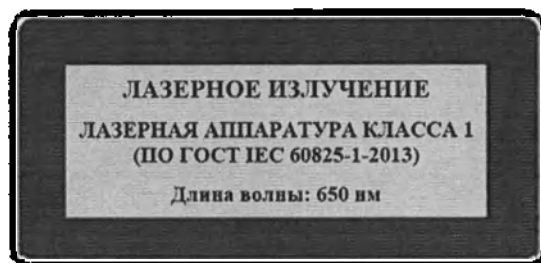

Рисунок 16 – Поясняющая маркировка аппарата по ГОСТ IEC 60825-1
5.6.4 На центральной лицевой панели маски офтальмологической прикреплена поясняющая маркировка по ГОСТ ИЕС 60825-1 (рисунок 16), содержащая характеристики лазера и информацию о безопасности лазерного излучения.